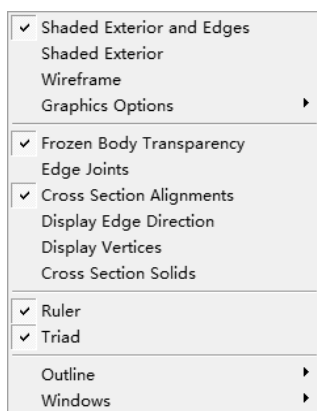

图 2-6 【View】菜单
(5) 【View】菜单 【View】菜单中各个命令主要是对几何体显示操作，如图 2-6 所示。